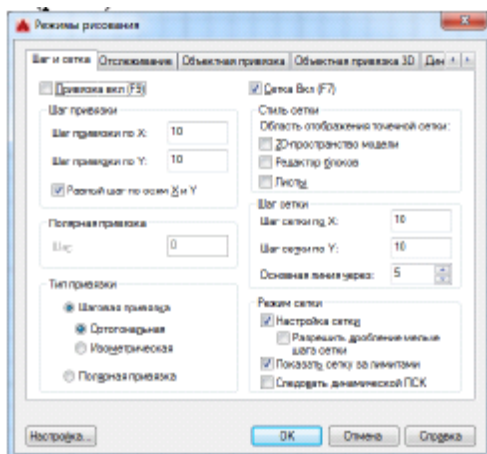

рис.12
3.2. Настройка масштаба сетки и величины шага (расстояния привязки) производится вызовом пункта меню *Сервис*⇒*Режимы рисования...* Откроется окно "Режимы рисования". На вкладке "Шаг и сетка" сделать соответствующие настройки - масштаб сетки и величина шага – 10 мм и в окошках должны стоять флажки (рис.12).